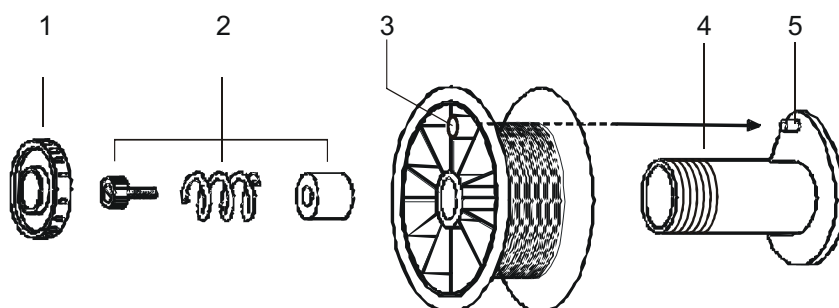

Fig.2
- Destornillar la tuerca de sujeción (1- Fig.2) para colocarse la bobina de hilo (3- Fig.2) sobre el portabobinas (4-fig.1). Confirmar que el sistema de freno (2- Fig.2) queda operativo, con el perno del portabobinas (5- Fig.2) correctamente introducido en el agujero de la bobina (3- Fig.2). Después de colocada la bobina, apretar la tuerca de sujeción.
- De seguida, debe ajustarse el sistema de frenado de bobina apretando, si necesario, el tornillo de ajuste (2- Fig.2) hasta que la bobina para sin deslizamientos en simultáneo con el motorreductor.